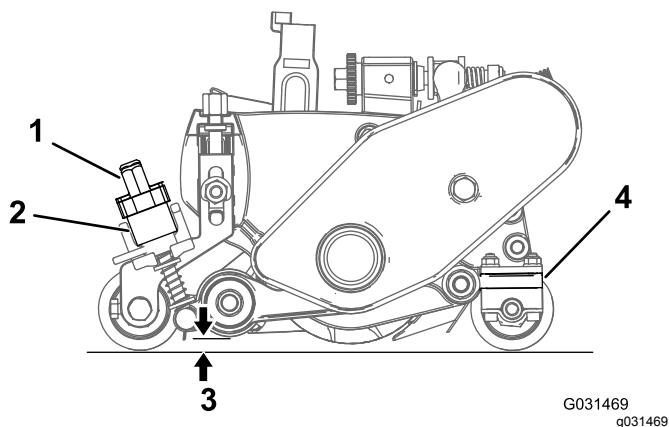

Рисунок 26
- A. Поверните рычаги быстрого подъема (Рисунок 26) в РАБОЧЕЕ положение (рукоятка направлена в сторону передней части режущего блока).
- В. С одного конца механической щетки измерьте расстояние от самого нижнего конца ножа механической щетки до рабочей поверхности (Рисунок 26). Поворачивая ручку регулировки высоты, поднимите или опустите конец ножа механической щетки на требуемую высоту. (Рисунок 26).